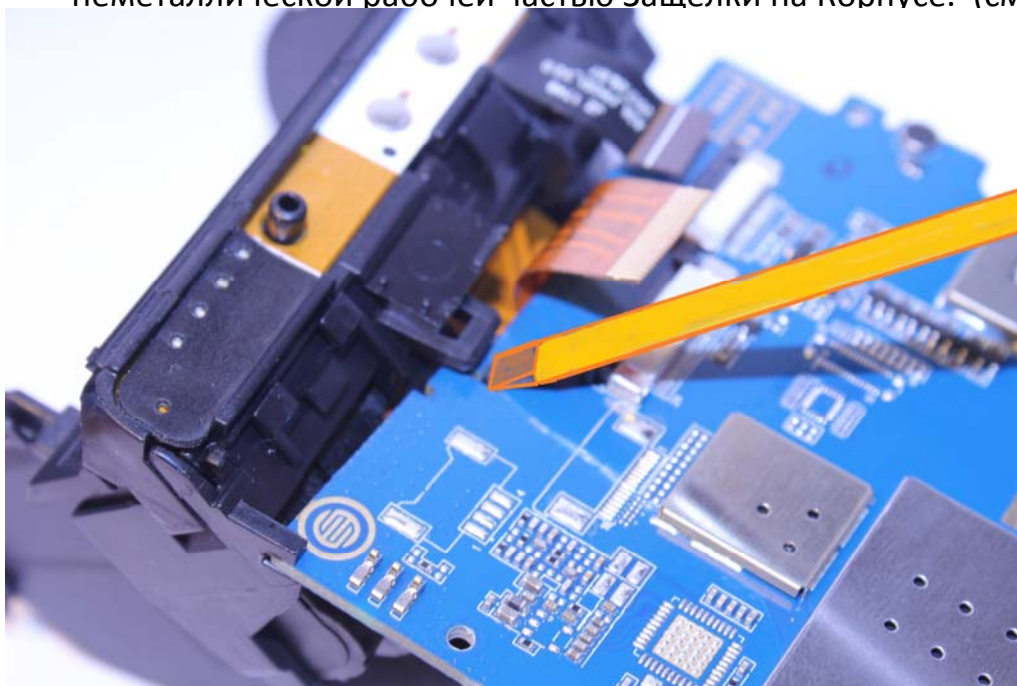

рис. 29
- Заводить МП на Уступ Корпуса надо осуществив отжатие отвёрткой с неметаллической рабочей частью Защёлки на Корпусе. (см. рис. 29)